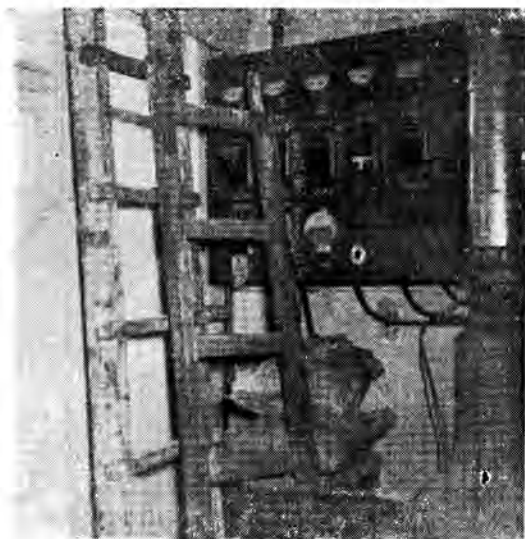

図4 分電盤の前には操作の邪魔になる梯子やその他のものを置いてはいけない。
**清掃** 分電盤は常に清潔にし、函内には品物を置かないようにしなければならない。また図4のように分電盤の前に操作の妨げとなる品物を置いたり、周囲には、絶対に燃え易いものを置いてはならない。